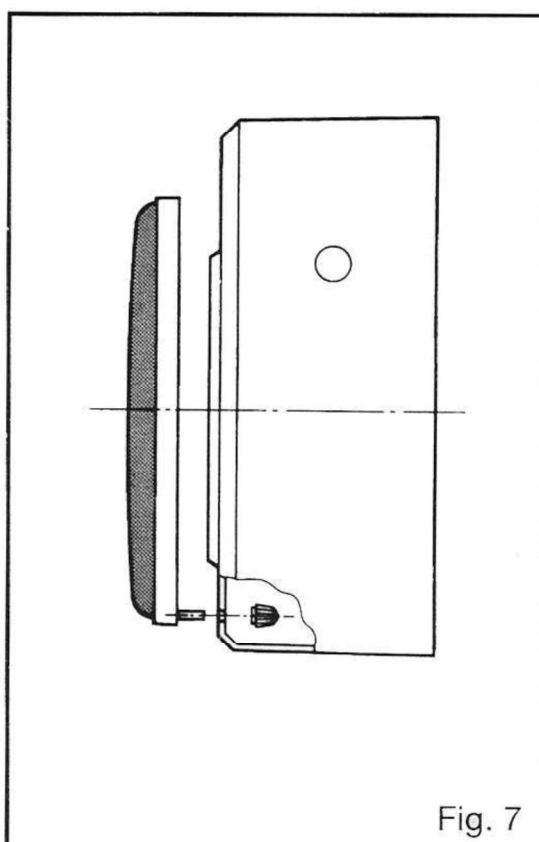

Fig. 7
- Nejprve uvolněte kryt a následně vyjměte filtr (**Fig. 7**).